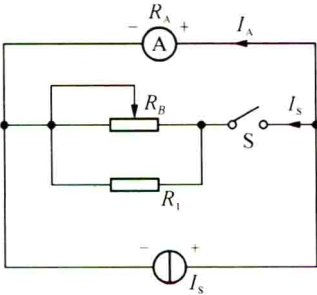

图 2-1 分流法测量电流表的内阻
(1) 根据“分流法”原理测定指针式万用表(MF-47 型或其他型号)直流电流 0.5 mA 和 5 mA 挡量限的内阻。线路如图 2-1 所示。测量数据填入表 2-1 中。